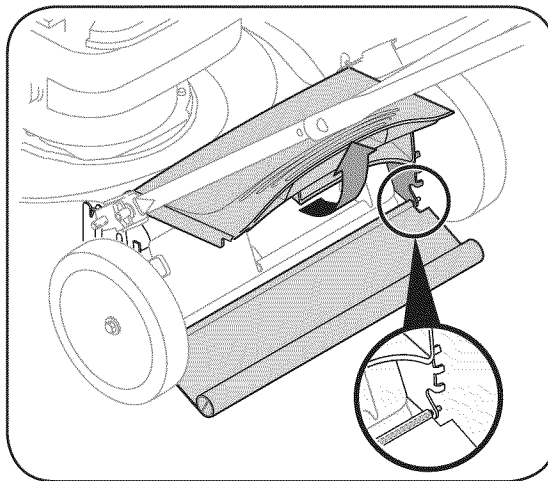

Figura 5-2
1. Para quitar la tapa trasera, levante la puerta trasera, y la tapa de prensa en a ambos lados para quitar del agujero. Ver la Figura 5-2.